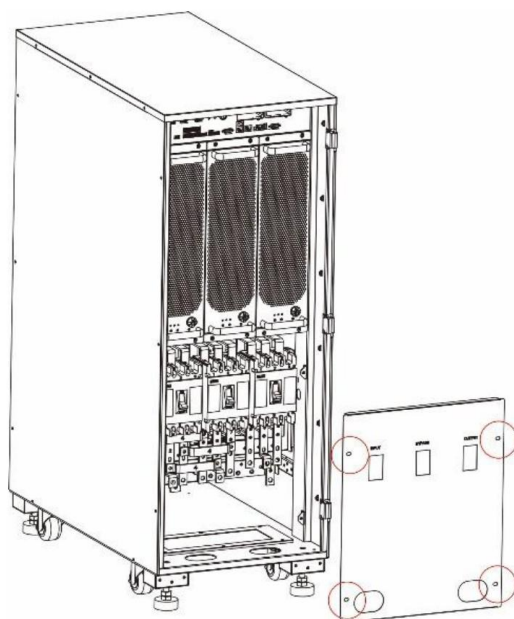

Figura 3-6 · Remoção da tampa da unidade de distribuição
5. Abra a porta frontal e retire a tampa da unidade de distribuição, conforme a Figura 3-6.
1. Abra a porta frontal e retire a tampa da unidade de distribuição, conforme a Figura 3-6.